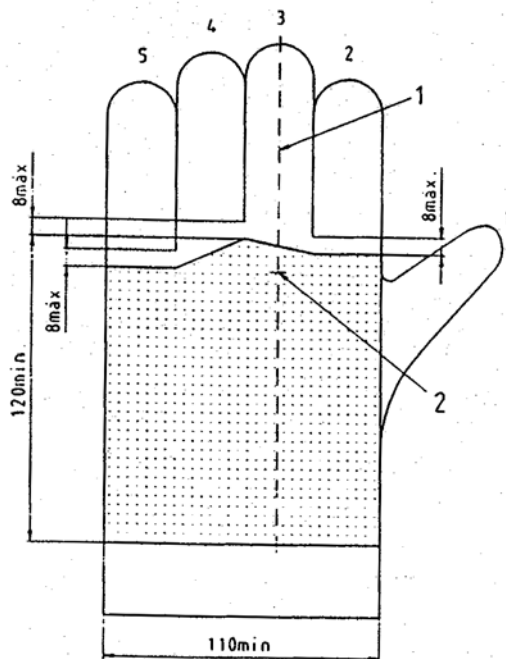

Figura 1: DISEÑO A
- Guantes de la **mano izquierda:** El área protectora requerida corresponde al dorso del metacarpo y se muestra en la Figura 1.